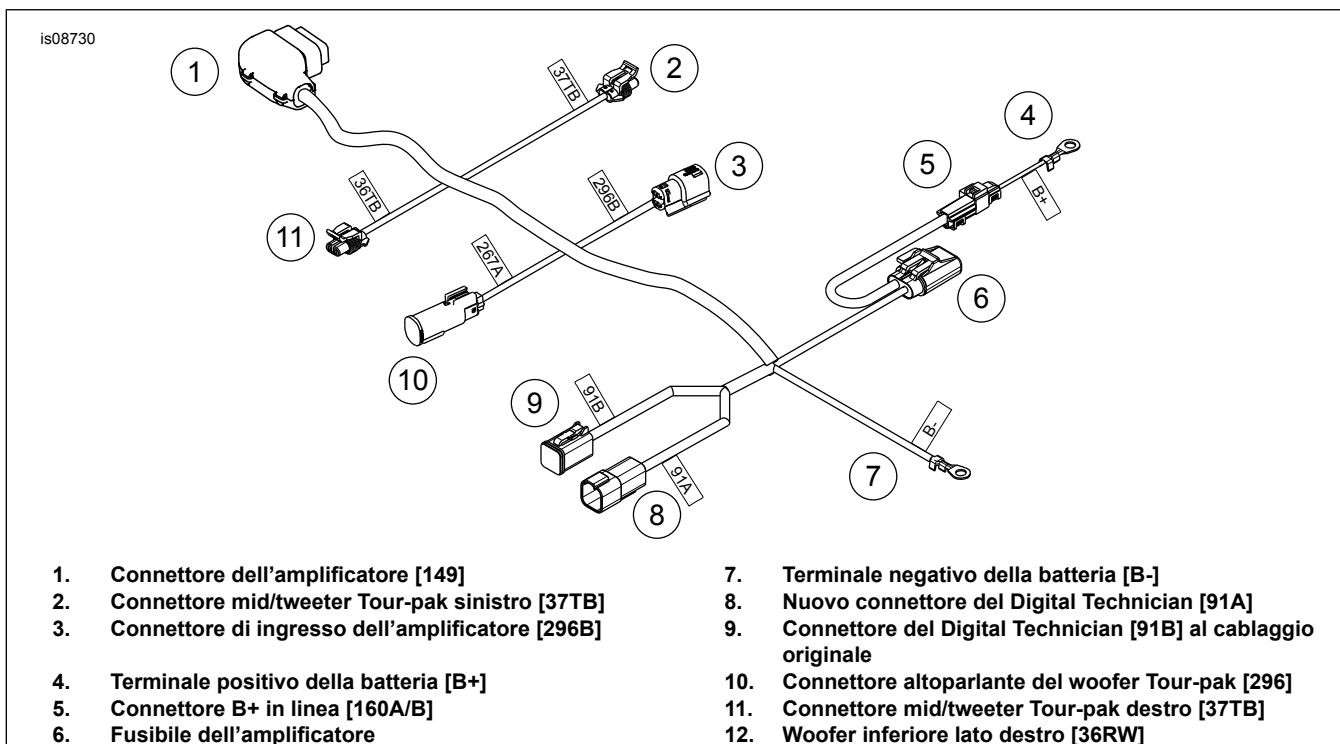

Figura 4. Cablaggio amplificatore principale
- Vedere Figura 4 e schema dell'amplificatore principale (Figura 7). Iniziare la disposizione del cablaggio dell'amplificatore partendo dal connettore largo a 23 vie [149] (1), per poi avanzare lungo il veicolo. Il connettore largo **non passa** attraverso passaggi più stretti.
- Disporre la parte restante del cablaggio lungo il veicolo attraverso lo spazio tra il sostegno del Tour-Pak (3) e il parafango (4).
3. Vedere Figura 4 e schema dell'amplificatore principale (Figura 7). Installare il cavetto sopra i fili. Ricollegare i piedini del connettore. Inserire il connettore femmina [91B] sul cablaggio dell'amplificatore (6) nel connettore [91A] sotto la sella.